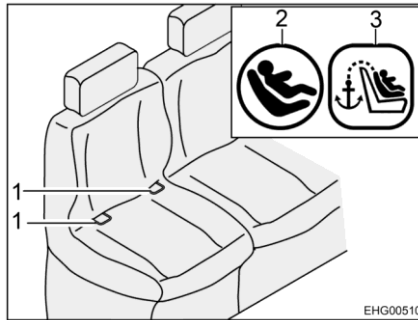
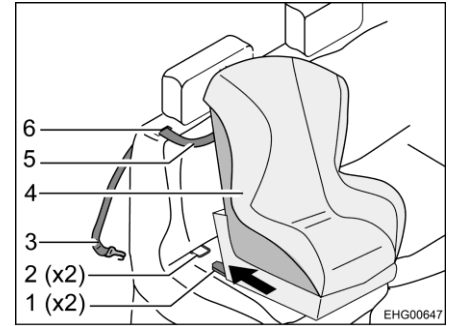

Bild 9 Stol med Isofix
Bild 10 Fastsättning med övre hållrem
- För den övre hållremmen (Bild 10,5) genom skåran (Bild 10,6) i ryggstödet dyna (bredvid nackstödet).
- Haka fast fästkrokar (Bild 10,3) på förankringspunkten på baksidan av nackstödet på fordonssitsen.
- Låt låsarm (Bild 10,1) i fästbygel (Bild 9,1 och Bild 10,2) klicka på plats. Ett tydligt klickande ljud ska höras.
- Kontrollera med ett kraftigt ryck om barnstolen (Bild 10,4) sitter fast.